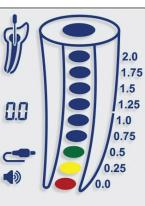

Fig. 10
- 5.4.13. Das Erreichen des Foramen apicale (0.0) wird durch ein rotes Farbsegment auf der Wurzelkanalabbildung (Abb. 10) und einen konstanten hörbaren Ton angezeigt. Ermitteln Sie die elektronisch erzielte Länge mit einem Endodontolineal. Um die Arbeitslänge festzulegen, subtrahieren Sie 0,5 - 1,0 mm von der elektronisch ermittelten Länge.